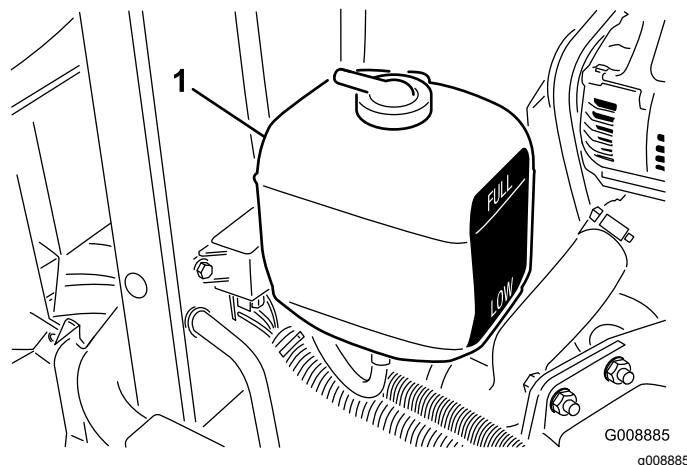

Bild 61
2. Prüfen Sie den Kühlmittelstand im Ausdehnungstank (Bild 61). Bei einem kalten Motor muss der Füllstand ungefähr auf halber Höhe zwischen den beiden Markierungen stehen.